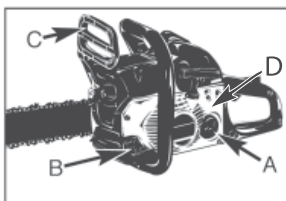

Рис. 8
1. Заполните топливный бак (А) свежеприготовленной топливной смесью. (Рис. 8).
2. Заполните масляный бак (В) и проверьте натяжение цепи (рис. 8).
3. Убедитесь, что тормоз цепи расторможен (С) перед запуском (рис. 8).